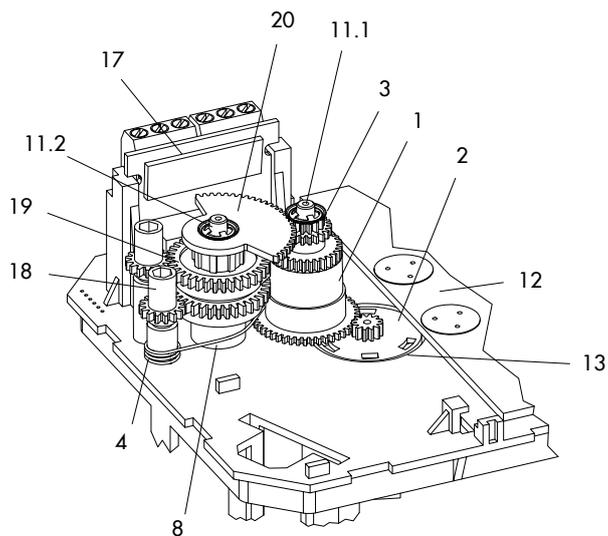
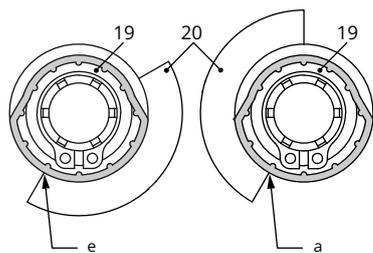

Bild 20: Innenansicht Typ 3374
Bild 21: Schaltnocken und Schaltrträger
Die Schaltnocken (19) sind mit dem Nockenträger (20) und den Sicherungsringen (9) bereits zur Schaltnockeneinheit (21) vormontiert (vgl. Bild 21).
4. Einstellzahnräder (18) auf ihre Dome stecken und mit je einer Schraube (16) befestigen. Prüfen, ob sich die Einstellzahnräder leicht drehen lassen. Schraube ggf. leicht lösen.
5. Schaltnocken (19) nach Bild 21 entsprechend der Stellung der Antriebsstange auf dem Nockenträger (20) verdrehen.
6. Distanzring (8) auf den Dom (11.2) stecken und darauf achten, dass der lange Schenkel der Spannfeder zwischen den Mantelflächen von Distanzring und Zwischenrad liegt.
7. Schaltnockeneinheit (20) nach Bild 20 entsprechend der Stellung der Antriebsstange auf den Dom stecken. Dabei darauf achten, dass der äußerste Zahn der Schaltnockeneinheit mit dem Zahnrad des Zwischenrads (1) in Eingriff ist. Auch die Einstellzahnräder (18) müssen mit den Zahnradern der Schaltnockeneinheit (20) im Eingriff sein.
8. Schaltnockeneinheit (21) und Zwischenrad (1) mit Zackenring (3) sichern, Zackenring dazu bis zum Anschlag herunterdrücken.
9. Klemmenplatine (17) unter ca. 45° mit den Schaltern zu den Zahnradern weisend am Fuß der Halterung ansetzen, dann oberes Ende in Richtung Zahnräder schwenken, bis die Platine einrastet.